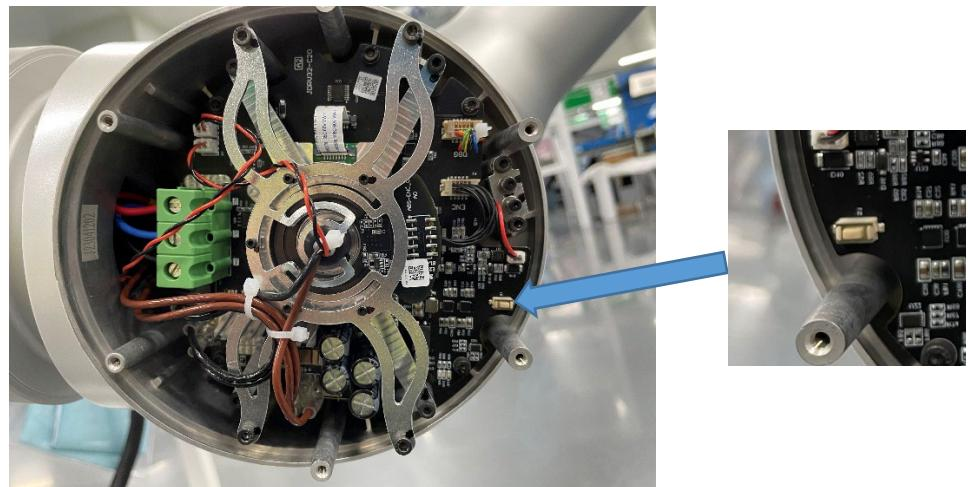

图 3-6 托 纳
- 轻按白色按钮松开，闪烁灯闪烁，闪烁次数为关节的号码数，如图 3-6 所示：